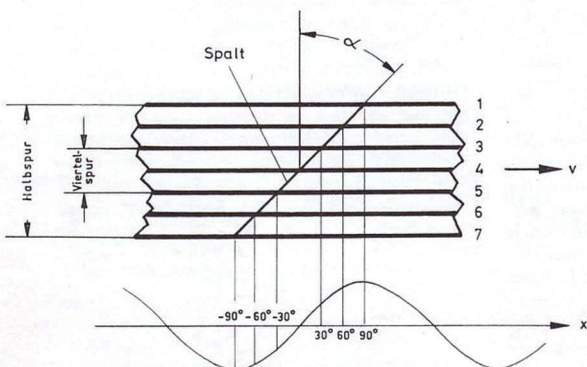
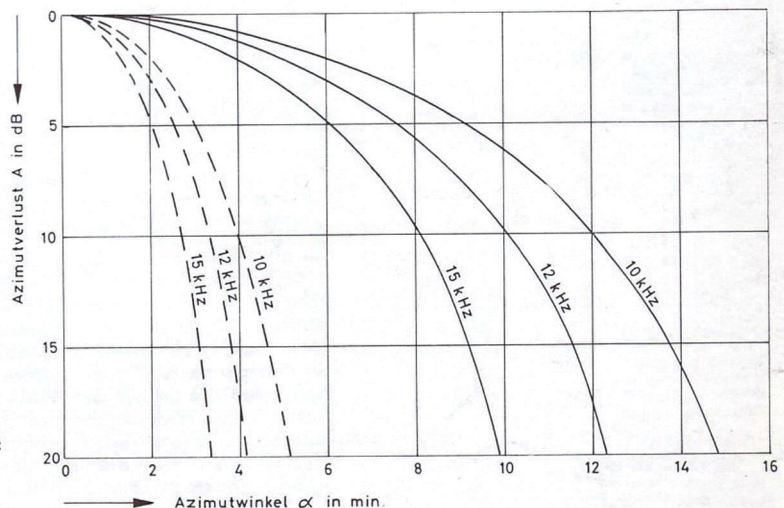

Bild 6 Orientierungsschema für schiefstehenden Spalt (Erläuterungen im Text)
Bild 7 Azimutverluste als Funktion des Azimutwinkels bei 4,76 cm/sek. ————— Viertelspur (1 mm breit) - - - - - Halbspur (3 mm breit)
Es lohnt sich, den Aussagegehalt von Gleichung (2) einmal zu veranschaulichen, weil hier oft Fehlschlüsse gezogen werden. In Bild 6 sei ein über die ganze Bandbreite homogen und genau senkrecht zur Laufrichtung v mit einer Frequenz f magnetisiertes Band vorgegeben; um schwierige Integralbildungen zu vermeiden, denken wir uns die über die Bandbreite kontinuierlich verteilte Magnetisierung auf die diskreten, äquidistanten, unter sich völlig gleichen und gleichphasigen Flußröhren 1 bis 7 konzentriert; zwischen den Flußröhren sei keine Magnetisierung vorhanden. Jede Flußröhre liefere beim Abtasten mit der Geschwindigkeit v die Spannung $\sin x$.
Exakte Zahlen über Azimutverluste können **Bild 7** entnommen werden, aus dem gleichzeitig hervorgeht, wie außerordentlich kritisch die Azimuteinstellung für breite Spuren und kleine Bandgeschwindigkeiten wird: bei einem Azimutwinkel von 4 Minuten hat eine 10-kHz-Viertelspuraufzeichnung knapp 1 dB, eine Halbspuraufzeichnung dagegen 10 dB Verlust.
Die in Bild 6 schematisierten Verhältnisse entsprechen bei 10 kHz und 4,76 cm/sek. einem wirklichen Azimutfehler von 2,7 min. Durch Vergleich mit Bild 7 erkennt man zwar, daß die wirklichen Verhältnisse etwas günstiger liegen als bei dem Gedankenexperiment mit diskreten Flußröhren; man muß sich aber darüber klar sein, daß wir es hier mit der Größenordnung einer Winkelminute zu tun haben, d. h. mit $3 \cdot 10^{-4}$ im Bogenmaß und daß eine schiefe Ebene von 1 min z. B. eine Erhebung von 30 cm auf 1 km Länge hat.